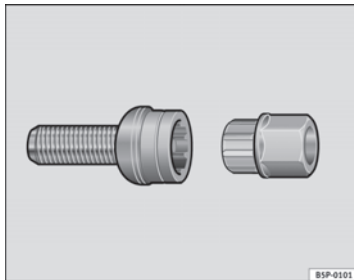

Abb. 196 Diebstahlhemmende Radschraube
- Setzen Sie den Adapter bis zum Anschlag in die diebstahlhemmende Radschraube ein ⇒ Abb. 196.